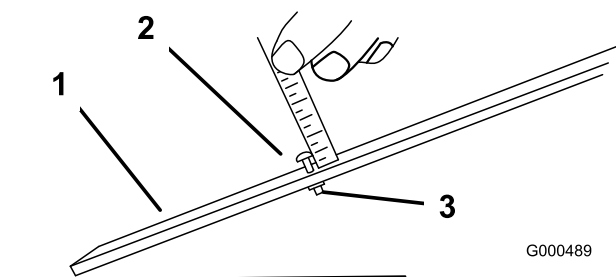

Figura 55
2. Afloje la tuerca de la barra de ajuste (Figura 55) y ajuste el tornillo para la altura de corte deseada. La distancia entre la parte inferior de la cabeza del tornillo y la cara de la barra es la altura de corte.